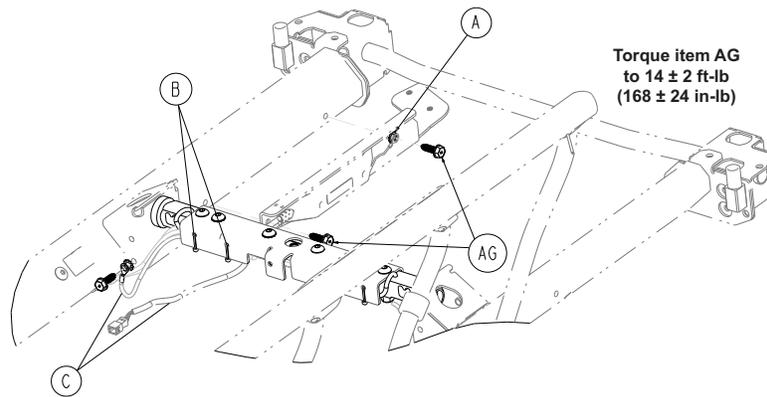

Figure 39 – Ensemble IR/appel infirmier
7. À l'aide d'un coupe-fil, couper les deux serre-câbles (B) qui fixent le câble d'ensemble IR/apel infirmier côté tête du système de levage pour accéder au connecteur du câble (Figure 39). Jeter les attaches de câble.
10. À l'aide d'une clé à cliquet et d'une douille de 1/2 po, retirer les deux vis à tête hexagonale filetée (AG) et la rondelle à denture externe (A) pour retirer l'ensemble IR/appel infirmier (Figure 39). Conserver les vis à tête hexagonale filetées et la rondelle à denture externe. Jeter l'ensemble IR/appel infirmier.
- c. Du côté pieds de l'ensemble IR/appel infirmier, tirer les deux câbles (C) vers le bas et les tenir à l'écart tout en fixant le côté pieds de l'ensemble IR/appel infirmier (Figure 39).
15. À l'aide des deux serre-câbles fournis de 8 po (3000-300-113) (B), fixer le câble d'ensemble IR/appel infirmier dans le système de levage du côté tête du côté droit du patient (Figure 39). À l'aide d'un coupe-fil, couper l'excès d'attaches de câble.